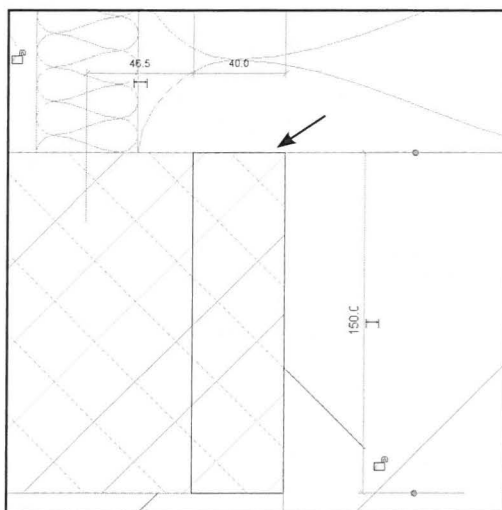

Fig. 15.34. Optegn omridset, husk det skal være en lukket enhed.
- Optegn området som vist på (Fig. 15.34). Husk at det skal være en lukket enhed.